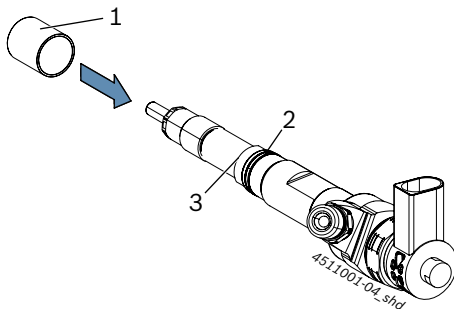

Fig. 4: Skyv adapterhylsen på CRI
3. Hvis en adapterhylse er nødvendig, skyv den gjeldende adapterhylsen (Fig. 4, pos. 1) til anslaget (Fig. 4, pos. 3) på CRI-en.
4. I de følgende trinnene må du kontrollere at adapterhylsen forblir på anslaget (Fig. 4, pos. 3) til CRI-en og ikke sklir nedover.